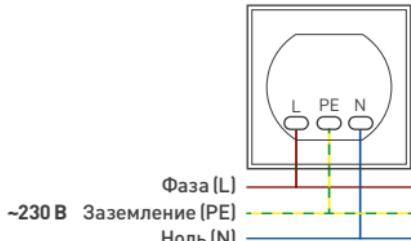

Рис. 1.
- 3.5. Подключите провода сетевого питания AC 230 В к контактам розетки в соответствии со схемой [рис. 1]: L (фаза) — коричневый, N (нейтраль) — синий, PE (заземление) — желто-зеленый.